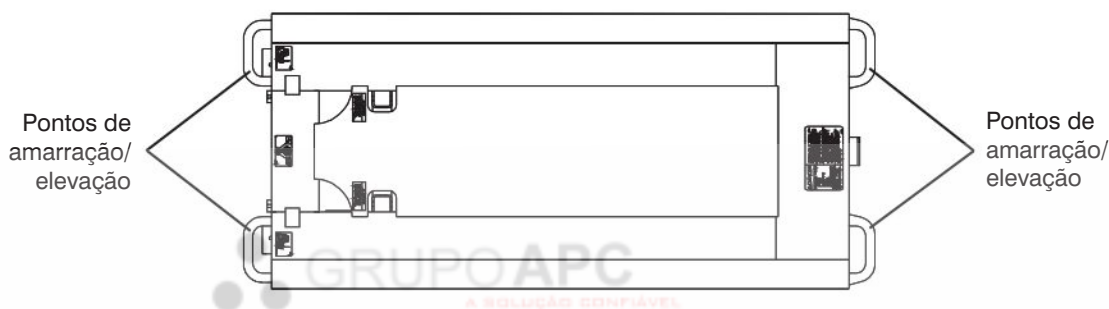

Figura 3-26. Pontos de amarração/elevação
- Os apetrechos de elevação/amarração devem ser amarrados aos quatro pontos de elevação, como mostrado na Figura 3-26.
Durante o transporte, a MEWP deve ser fixada ao caminhão ou à plataforma do reboque. Os pontos de amarração disponíveis estão mostrados na Figura 3-26.